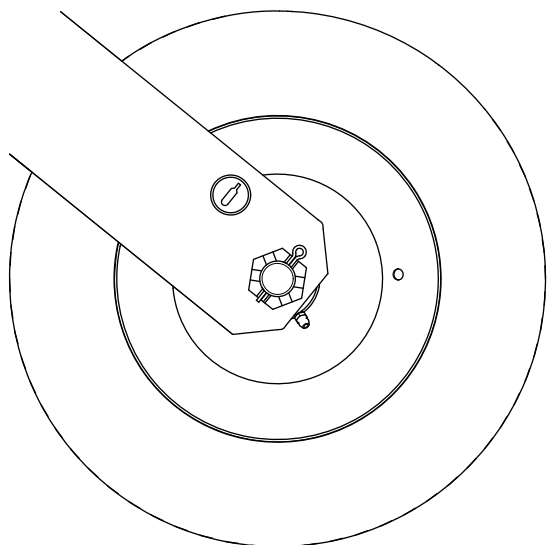

Figure 27
1. Contrôlez la pression des pneus (Figure 27). Elle doit être de 4,13 bar (60 psi).